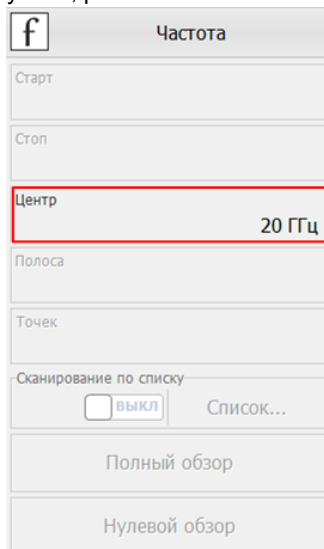

Рисунок 15. Установка частоты для измерения в режиме «Профиль импульса».
12. Измерение профиля импульса проводится на фиксированной частоте. Установить частоту, на которой будут проводиться измерения профиля импульса, рис. 15.